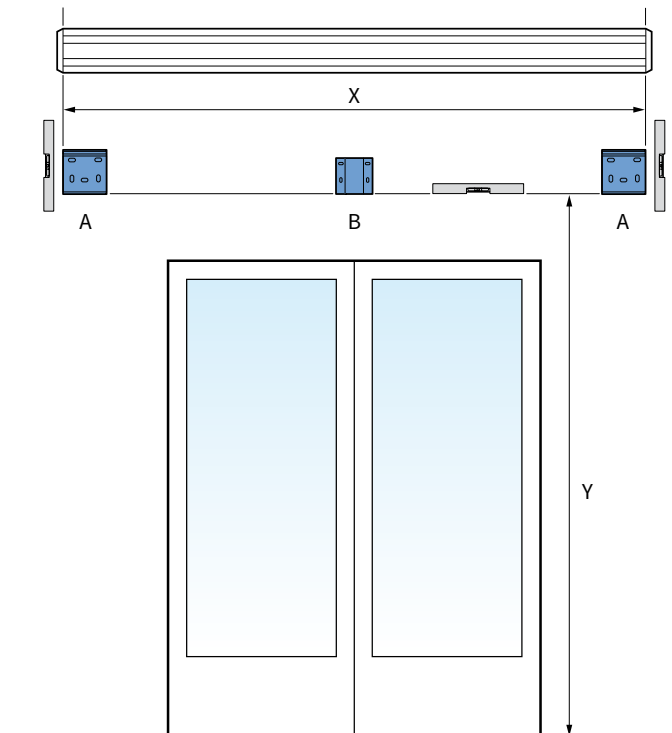

Abb. 1.1 Anordnung der Wandhalterungen
Markieren Sie die Bohrlöcher für die Wandhalter (A) und eventuell die Mittelstütze (B) auf der Wand. Diese müssen, sowohl horizontal als auch vertikal, wasserwaagengenau entsprechend den Maßen X und Y in Abbildung 1.1 ausgerichtet werden.
2. Messen Sie die Wandstreifen sorgfältig auf der Wand aus. Berücksichtigen Sie dabei die Platzierung der Wandhalter auf den Streifen sowie das Breitenmaß X in Abbildung 1.1. Die Wandstreifen müssen sowohl horizontal als auch vertikal wasserwaagengenau ausgerichtet werden. Sorgen Sie dafür, dass sich die Montagelöcher in der Mitte eines Steins befinden. Verwenden Sie gegebenenfalls eine Kordel zum Ausrichten.